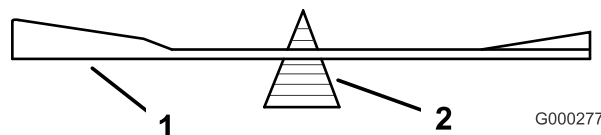
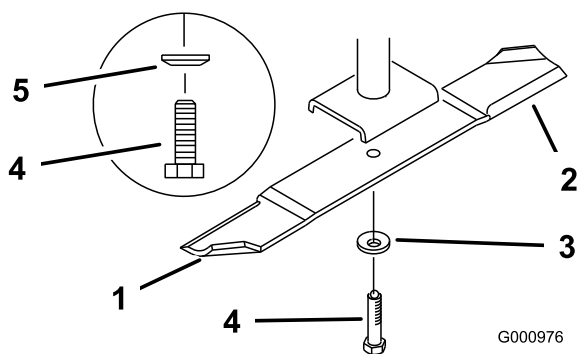

Figura 83
Figura 84
2. Retire del eje el perno de la cuchilla, la arandela de muelle y la cuchilla (Figura 84).
2. Verifique el equilibrio de la cuchilla colocándola sobre un equilibrador de cuchillas (Figura 83). Si la cuchilla se mantiene horizontal, está equilibrada y puede utilizarse. Si la cuchilla no está equilibrada, rebaje algo el metal en la parte de la vela solamente (Figura 84). Repita este procedimiento hasta que la cuchilla esté equilibrada.
1. Instale la cuchilla en el eje (Figura 84).
2. Instale la arandela de muelle y el perno de la cuchilla. El cono de la arandela de muelle debe estar orientado hacia la cabeza del perno (Figura 84). Apriete el perno de la cuchilla a 115–150 Nm (85–110 pies-libra).